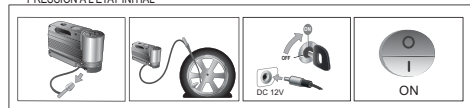

fig. 152
- dépliant informatif (voir fig. 152), destiné à utiliser correctement le kit de réparation rapide et remis ensuite au personnel qui devra manier le pneu traité ;